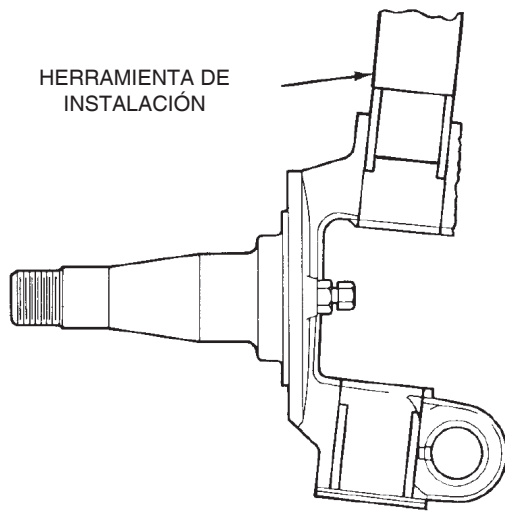

Figura 62
3. Instale el buje en el alojamiento. Asegúrese que el agujero en el buje esté alineado con el orificio en el alojamiento. Figura 62.